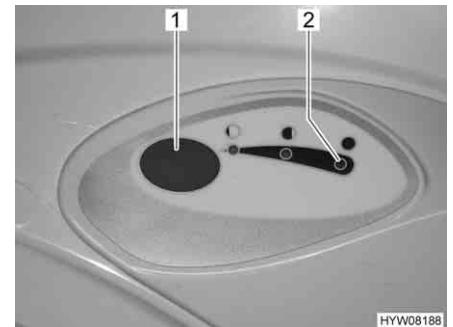

Bild 227 Spolknapp/kontrollampa Thetford-toalett
- För att spola, tryck på den blå spolknappen (Bild 227,1).
Kontrollampan (Bild 227,2) lyser när latrintanken måste tömmas.